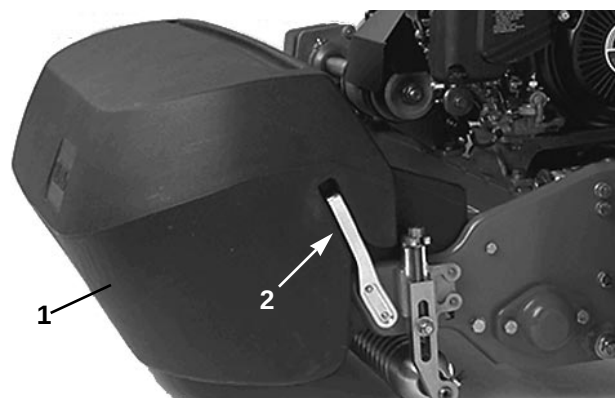

Fig. 12
1. Grip om gress-samleren i øvre bakkant og skyv den på festestengene (fig. 12).